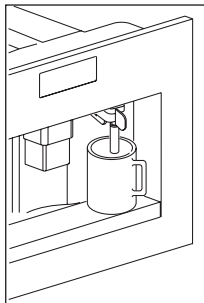

Fig. 12
- ▶ Posizionare sotto l'erogatore acqua un contenitore (Fig. 12).